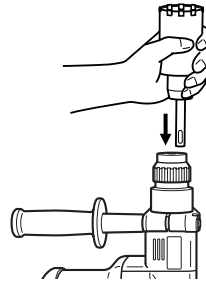
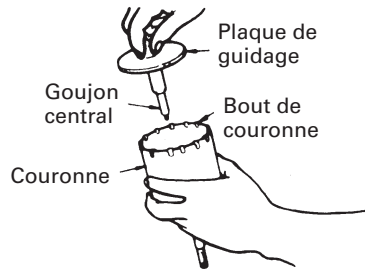

Fig. 16
Fig. 17
- (2) Monter la queue de couronne sur le marteau rotatif à percussion. (Fig. 16)
- (3) Introduire la goujon central dans la plaque de guidage jusqu'à ce qu'il arrête.
- (4) Engager la plaque de guidage dans la couronne et tourner la plaque de guidage à gauche ou à droite de manière à ce qu'elle ne puisse pas tomber, même si elle est orientée vers le bas. (Fig. 17)